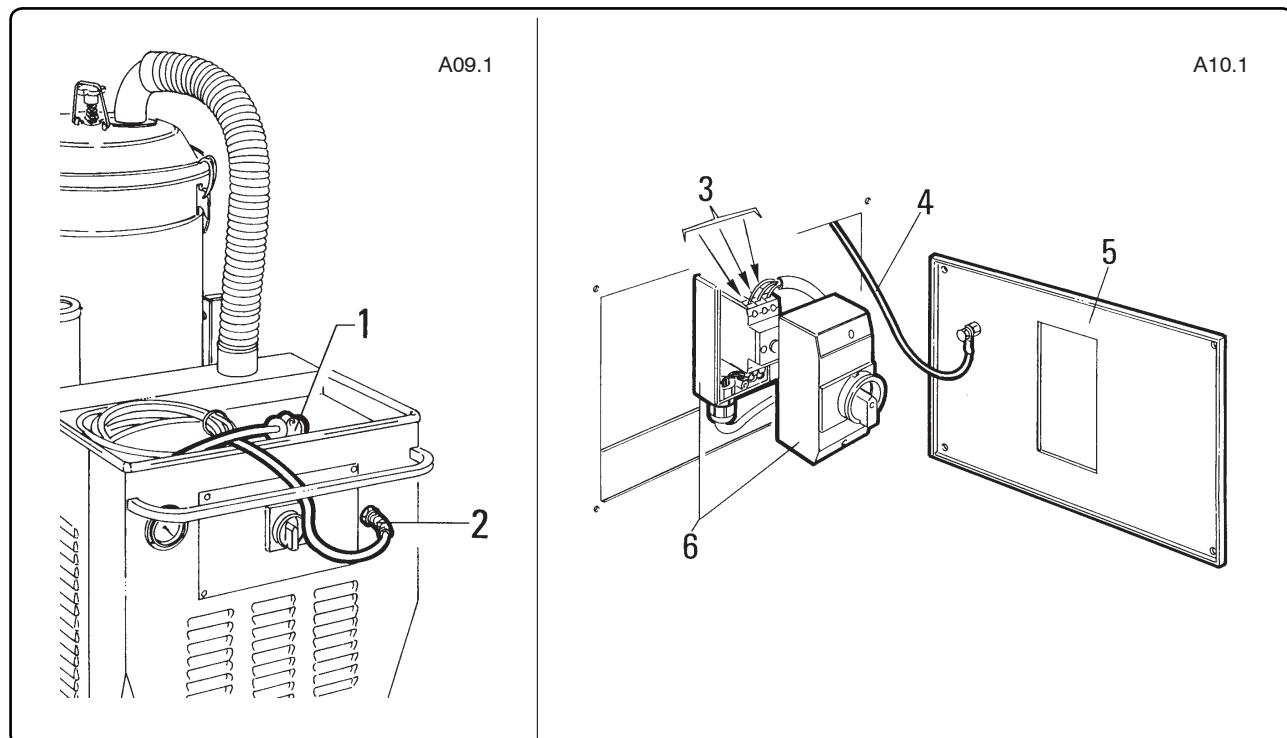

Fig. 3.5.1
**3.5 - Collegamento alla rete elettrica (fig. 3.5.1)****3.5 - Connecting to the electricity main (fig. 3.5.1)****3.5 - Raccordement au secteur d'alimentation électrique (fig. 3.5.1)****3.5 - Anschluß an die elektrische Energieversorgung (Abb. 3.5.1)****ATTENZIONE!!**